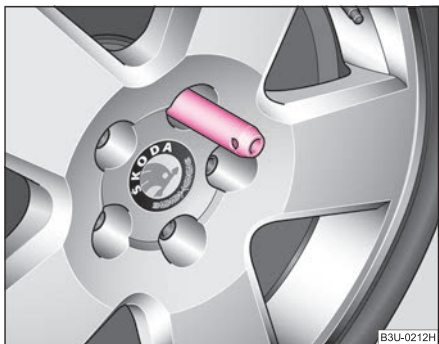

Fig. 197 Înlocuirea roții: Știftul de montaj
- Înșurubați știftul de montaj (trusa de scule) în orificiul eliberat ⇒ fig. 197.